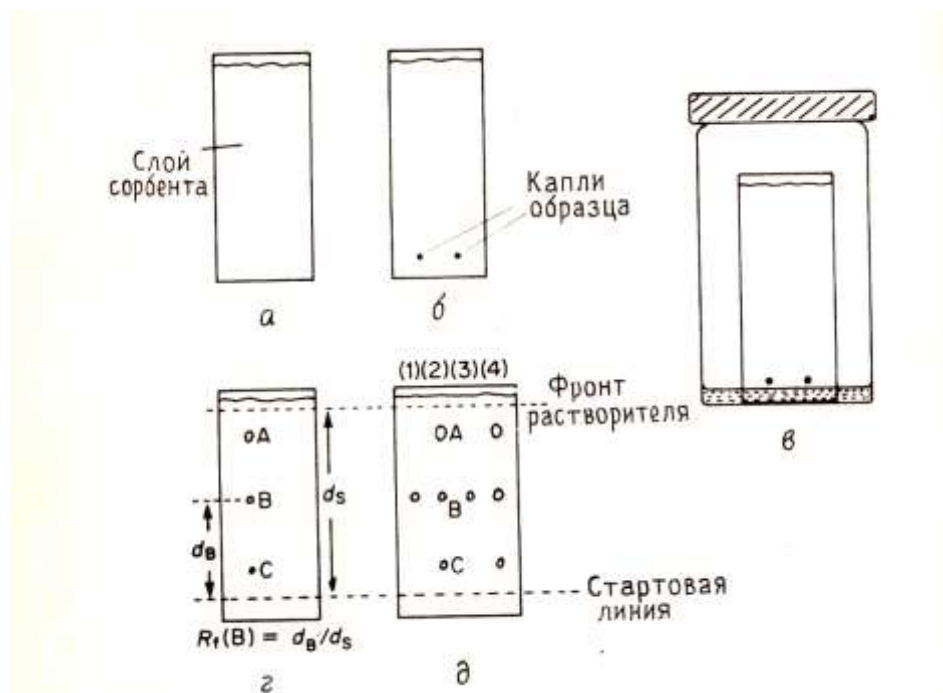

Рис.8. Тонкослойная хроматография.
Разделение проводят на плоской пластинке, покрытой тонким слоем сорбента - силикагелем или оксидом алюминия (Рис.8,а) Разделяемую смесь, растворенную в соответствующем растворителе, наносят в виде капель на пластинку (Рис.8,б) и после испарения растворителя помещают пластинку в проявительную камеру (Рис.8,в), в которую налито немного растворителя. Растворитель поднимается по слою сорбента под действием капиллярных сил. При этом различные соединения, находящиеся в смеси, поднимаются с разными скоростями в зависимости от их сродства к сорбенту. По достижении растворителем верхнего слоя сорбента соединения в идеальном случае должны полностью разделиться (Рис.8,г). Процесс разделения - это одна из форм жидкостно-адсорбционной хроматографии.
Пластинки для ТСХ состоят из подложки обычно стекла, а иногда пластмассы или толстой алюминиевой фольги, на которую нанесен тонкий слой сорбента толщиной примерно 0,25 мм (Рис.8,а). Сорбентом обычно служит либо силикагель, либо оксид алюминия с размером частиц до 30 мкм, к которым добавлено связующее (до 10% гипса или крахмала), обеспечивающее прочность слоя. Пластинки бывают двух основных типов: многоразового использования и одноразовые.
Место нанесения капель в зависимости от растяжения размера пластинки должно быть на расстоянии 1 см от нижнего края на больших (5 x 20 см) пластинках и около 5 мм на маленьких одноразовых пластинках. Важно также наносить капли достаточно далеко от нижнего края (Рис.8,б и в), чтобы они не погружались в проявляющий растворитель. Перед нанесением образца заполните капилляр, погрузив его конец в раствор (капилляр заполняется раствором под действием капиллярных сил), затем слегка прикоснитесь заполненным кончиком к сорбенту, стараясь при этом не повредить его поверхности, чтобы не вызвать некоторого искажения капли при проявлении хроматограммы. Важно наносить как можно более
Меры безопасности. В этой операции обычно используются летучие легковоспламеняющиеся растворители, поэтому ее нужно проводить вдали от источников возгорания предпочтительно в вытяжном шкафу. Хроматограмму проявляют погружением нижнего края пластинки в проявляющий растворитель в сосуде соответствующего размера (Рис.8,в). Большие пластинки проявляют в специальных камерах (20 x 5 см), а маленькие - в широкогорлых бутылках с завинчивающимися крышками. Камеру изнутри следует частично выложить фильтровальной бумагой, которая погружалась бы в растворитель, чтобы создать атмосферу, насыщенную парами растворителя, и свести к минимуму испарение с пластинки. При проявлении хроматограммы сначала залейте в банку столько растворителя, чтобы пятно образца оказалось над его поверхностью, а затем опустите в банку пластинку, стараясь расположить ее вертикально.
Какой бы метод ни использовался для визуализации, положение пятен для проведения дальнейших измерений необходимо пометить карандашом или шпателем (Рис.8,г).
При конкретном наборе условий (сорбент и растворитель) характеристикой соединения является значение  $R_f$  (Рис.8,г). Таким образом, идентичность значения  $R_f$  соединения, находящегося в смеси, со значением  $R_f$  "подлинного" образца (вещества сравнения) дает полное основание считать, что они одинаковы (см. предостережение ниже). Поскольку сорбенты различны, а состав смеси растворителей трудно воспроизвести точно, необходимо доказать, что значения  $R_f$  одинаковы. Для этого хроматографируют смесь и вещество сравнения
рядом друг с другом на одной и той же пластинке или добавляют небольшое количество вещества сравнения к отдельной пробе смеси, чтобы удостовериться в точном совпадении пятен. На Рис.8,д (1) и (3) - вещество сравнения В, (2) - смесь, а (4) - смесь плюс вещество сравнения.